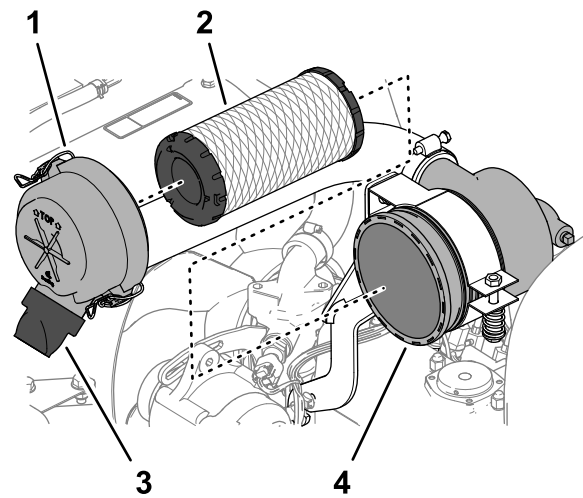

Figura 76
- Abra los enganches que sujetan la tapa del limpiador de aire a la carcasa del limpiador de aire (Figura 76).
- Retire el elemento del filtro (Figura 76).
- Retire la válvula de salida de goma (Figura 76) del orificio de expulsión de suciedad de la cubierta del limpiador de aire.